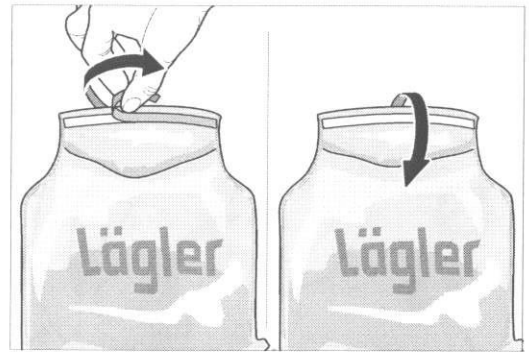

Fig. 15 Enlevez la feuille de protection et collez bien hermétiquement le sac à poussière et **entreposez-le à l'air libre!**
- 8 Poussez l'orifice du nouveau sac à poussière sur le support du séparateur de poussière. L'impression sur le sac à poussière doit être dirigée vers vous (fig. 15)